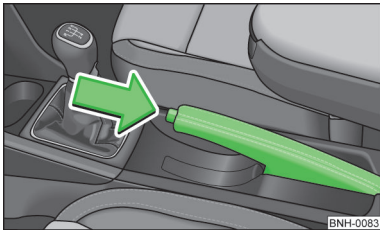

Abb. 99
- » Den Handbremshebel etwas hochziehen **und gleichzeitig** den Sperrknopf » Abb. 99 hineindrücken.